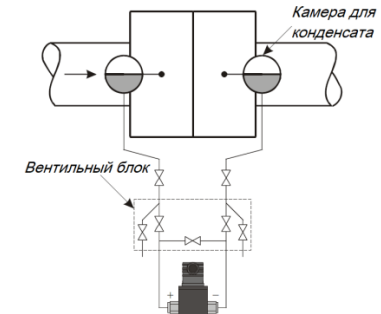

Рисунок 4. Монтаж датчика для измерения давления пара.
4.6. При измерении давления пара рекомендуется использовать импульсные трубки, предварительно заполненные водой и камеры для конденсата (см. рис. 4.).